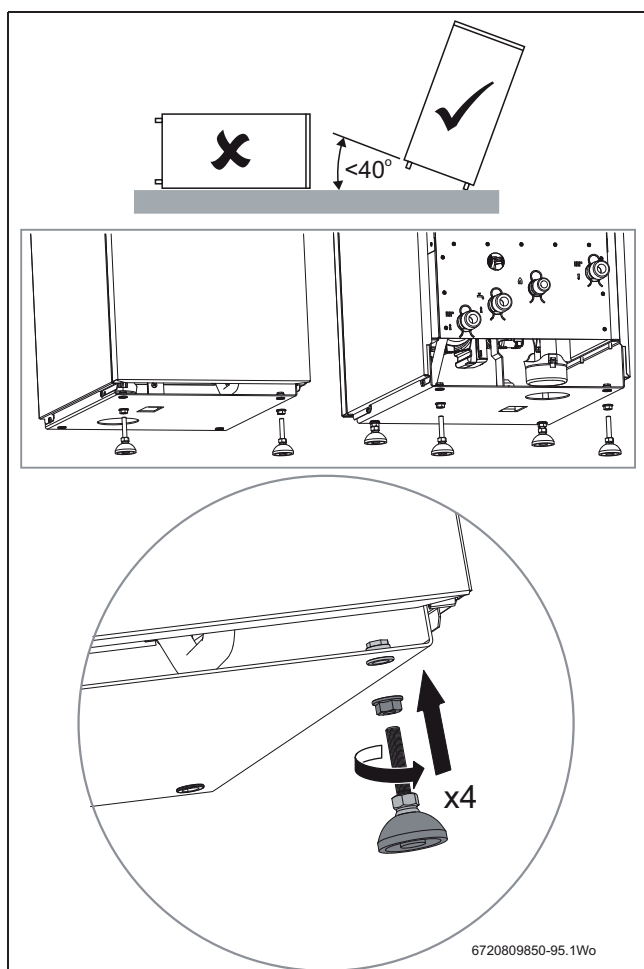

Bild 15 Montage der FüÙe
- ▶ Gewindebolzen in jeder Ecke in den Kesselboden einschrauben (siehe Abb. 15).